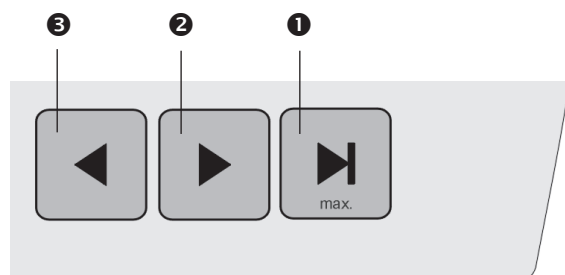

Fig. 40.
- Sélectionner la valeur de vide par l'intermédiaire des touches (❶, ❷ et ❸, Fig. 40). Si le bouton ❷ et ❸ est gardé appuyé, la valeur change plus rapidement.